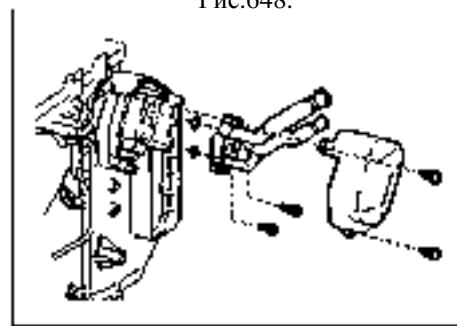

Рис.648.
54. Установите трубопровод кондиционера (рис.648).